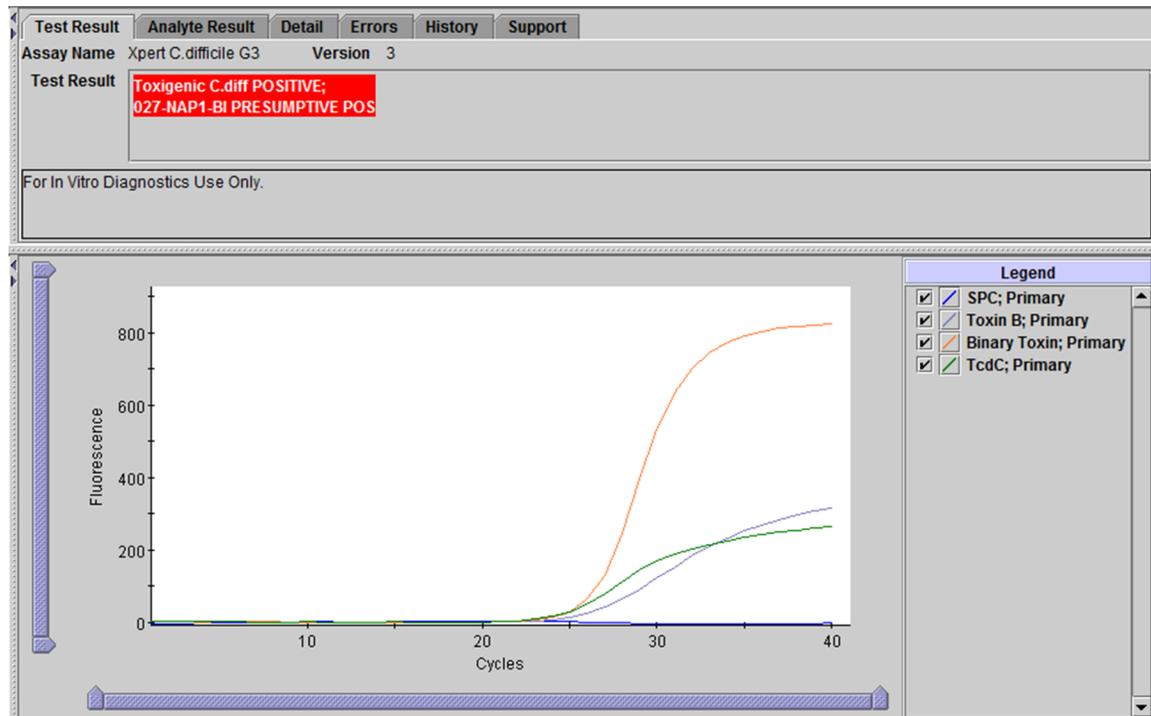

Abbildung 3. Ein Beispiel für das Xpert Ergebnis C. difficile positiv und 027 vermutlich positiv
Toxigenic C. diff POSITIV, 027 PRESUMPTIVE POS (Toxigenic C. diff POSITIVE, 027 PRESUMPTIVE POS) Siehe Abbildung 3	Ziel-DNA-Sequenzen für toxinproduzierenden C. difficile , vermuteten 027/NAP1/BI nachgewiesen. <ul style="list-style-type: none"> <li>• Zielsequenzen für toxinproduzierendes C. difficile, vermutlich 027/NAP1/BI – Alle Zielsequenzen für toxinproduzierendes C. difficile, vermutlich 027/NAP1/BI (Toxin B, binäres Toxin und tcdC-Deletion bei Nt 117) weisen einen Ct-Wert innerhalb des gültigen Bereichs sowie einen Endpunkt oberhalb der Minimumeinstellung auf.</li> <li>• SPC – KA (NA) (nicht zutreffend); SPC wird ignoriert, da die C. difficile-Zielamplifikation u. U. mit dieser Kontrolle konkurriert.</li> <li>• Sondenprüfung — BEST. (PASS); alle Sondenprüfungsergebnisse waren erfolgreich.</li> </ul>